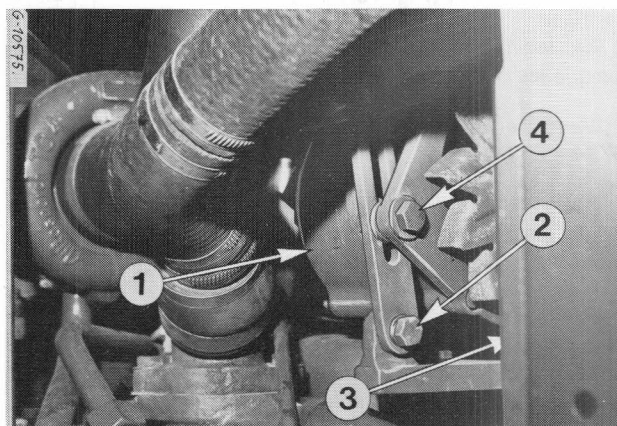

Figure 77
Le réglage de la tension s'effectue par pivotement de l'alternateur après avoir desserré les boulons de fixation (2 et 3) Fig. 77 et le boulon de réglage (4). Resserrez le boulon de réglage (4) et les boulons de fixation (2 et 3) dans cet ordre.
- Desserrez les boulons de fixation (2 et 3) Fig. 77 et le boulon de réglage (4).